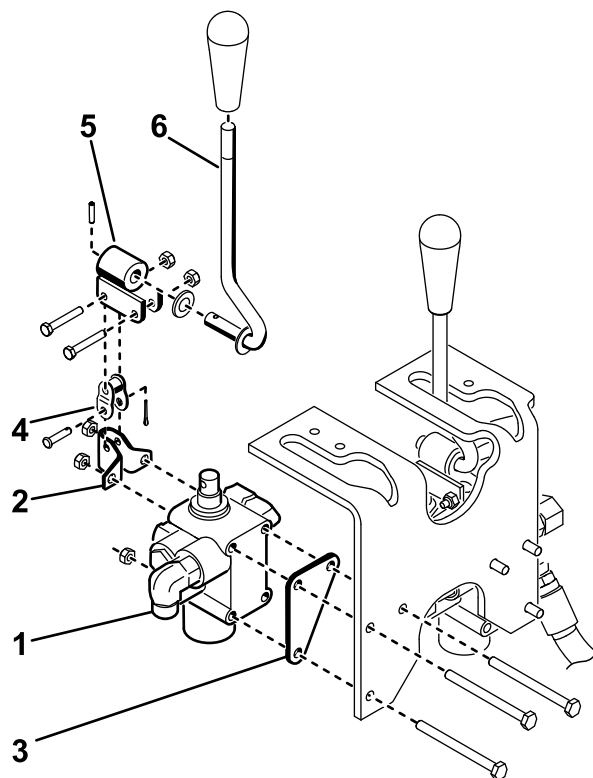

図 9
3. ボルト2本 #10 x 1 1/4" とロックナット2個を使って、ピボットレバーアセンブリを、バルブスプールとオフセットリンクに仮止めする **図 9**。
2. バルブアセンブリ、ピボットブラケット、バルブプレートをフレームに取り付けるボルト 1/4 x 3" 3本とロックナット3個を使用する **図 9**。取り付けの時、バルブプレートをフレーム部材に対向さ